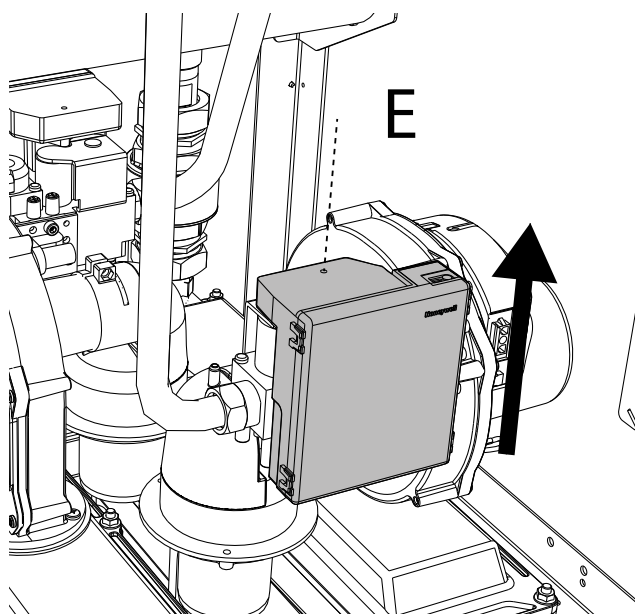

fig. 77
2. Desenrosque el tornillo “E” y extraiga la centralita de la válvula del gas (fig. 77).